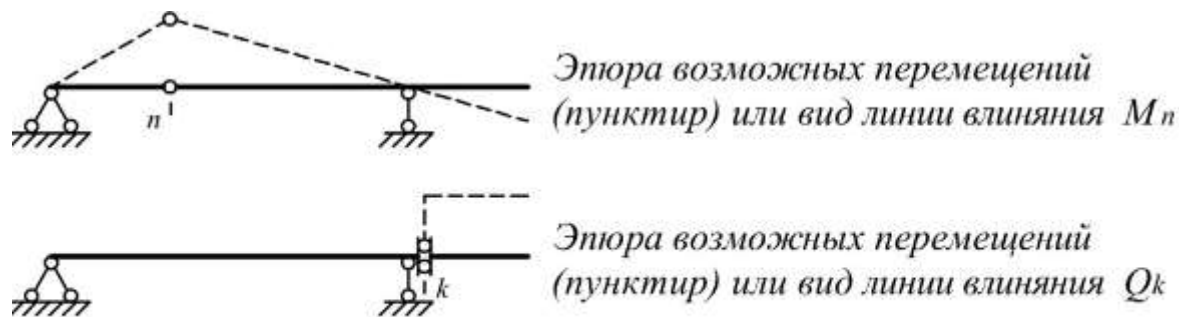

Рис. 13.28
1) Для построения линий влияния в балках целесообразно воспользоваться статико-кинематическим методом. Суть метода заключается в том, что вначале определяется вид линии влияния. Для этого из балки удаляется связь, линию влияния усилия в которой требуется построить. В полученном таким образом механизме с одной степенью свободы строится эпюра возможных перемещений (рис. 13.28). В теории линий влияния на основе принципа возможных работ доказано, что вид линии влияния совпадает с очертанием